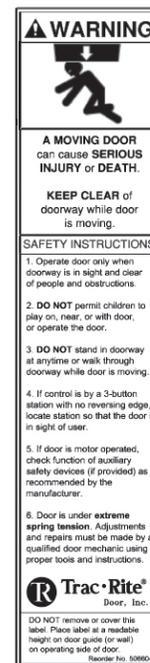

Figura 10.
9.3 Coloque la etiqueta de advertencia de la guía (que se muestra en la Figura 10) en la pared junto a la guía a la altura de la vista. Si se va a colocar sobre una superficie que no está acabada (mampostería o madera descubierta), coloque la etiqueta en una superficie que no sea porosa y use sujetadores mecánicos para adjuntarla a la pared.